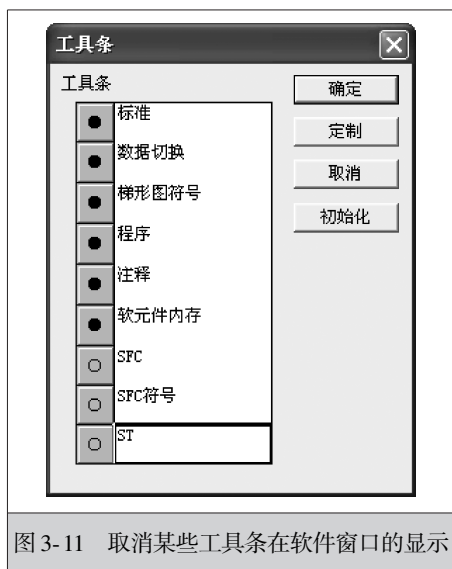
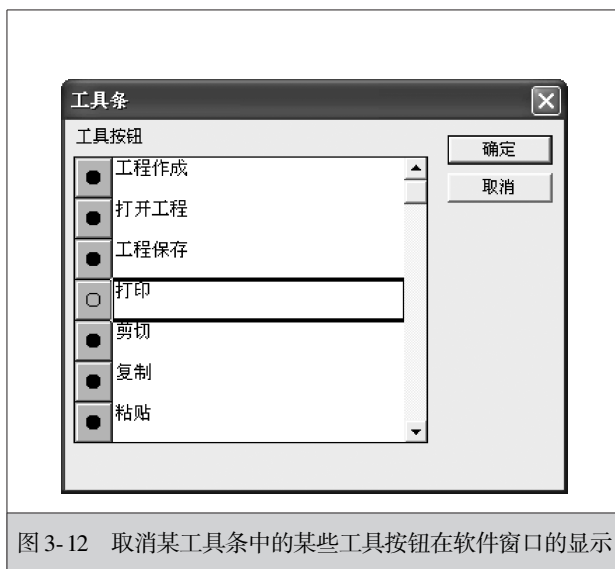

图 3-11 取消某些工具条在软件窗口的显示
图 3-12 取消某工具条中的某些工具按钮在软件窗口的显示
3) 工具栏：提供了软件操作的快捷按钮，有些按钮处于灰色状态，表示它们在当前操作环境下不可使用。由于工具栏中的工具条较多，占用了软件窗口较大范围，可将一些不常用的工具条隐藏起来，操作方法是执行菜单命令“显示→工具条”，弹出工具条对话框，如图 3-11 所示，点击对话框中工具条名称前的圆圈，使之变成空心圆，则这些工具条将隐藏起来，如果只想隐藏某工具条中的某个工具按钮，可先选中对话框中的某工具条，如选中“标准”工具条，再点击“定制”按钮，又弹出一个对话框，如图 3-12 所示，显示该工具条中所有的工具按钮，在该对话框中取消某工具按钮，如取消“打印”工具按钮，确定后，软件窗口的标准工具条中将不会显示打印按钮，如果软件窗口的工具条排列混乱，可在图 3-11 所示的工具条对话框中点击“初始化”按钮，软件窗口所有的工具条将会重新排列，恢复到初始位置。